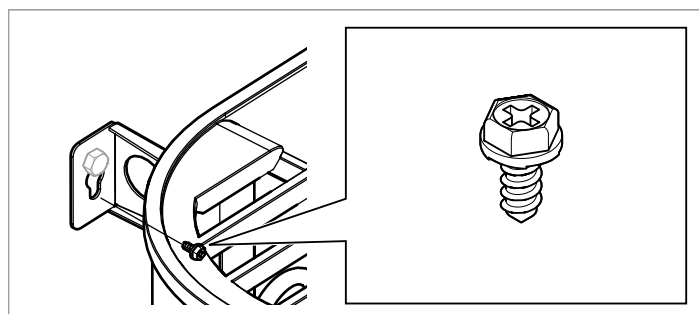

Fig 10: Konsolens låsskriv
8. Lås aggregatet på plats med låsskruven se Fig 10, sidan 3.